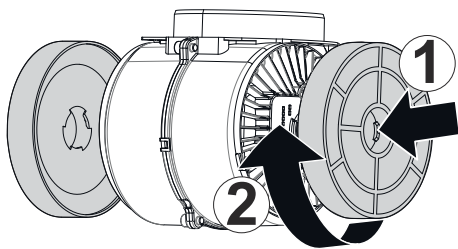

Fig. 5
- 1- Fäst kolfiltrena på motorns båda sidor (Fig. 5).
- 2- Vrid på dem medurs för att låsa fast dem (Fig. 5).